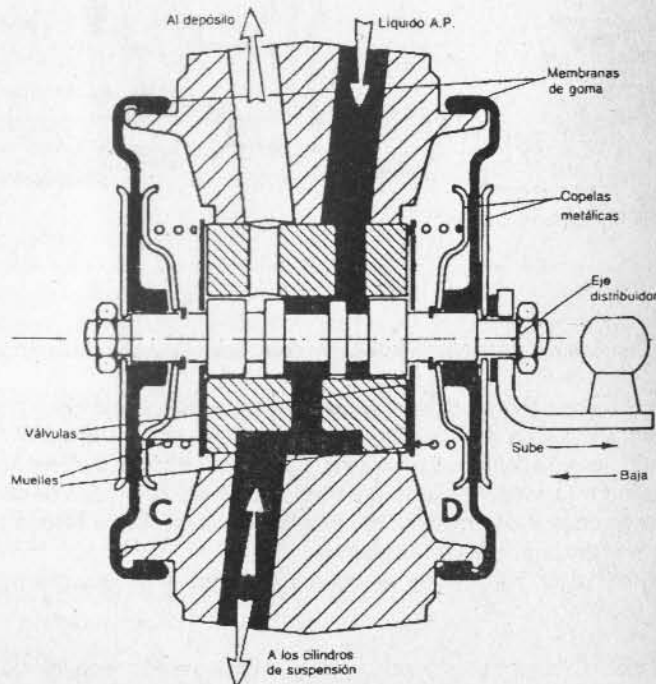

Fig. 1-20.— Corrector de alturas Citroën GS y CX
Las cámaras extremas (C) y (D), cerradas por membranas de goma, platillos y muelles, reciben las fugas de líquido, el que es devuelto al depósito por conductos adecuados (Fig. 1-20).